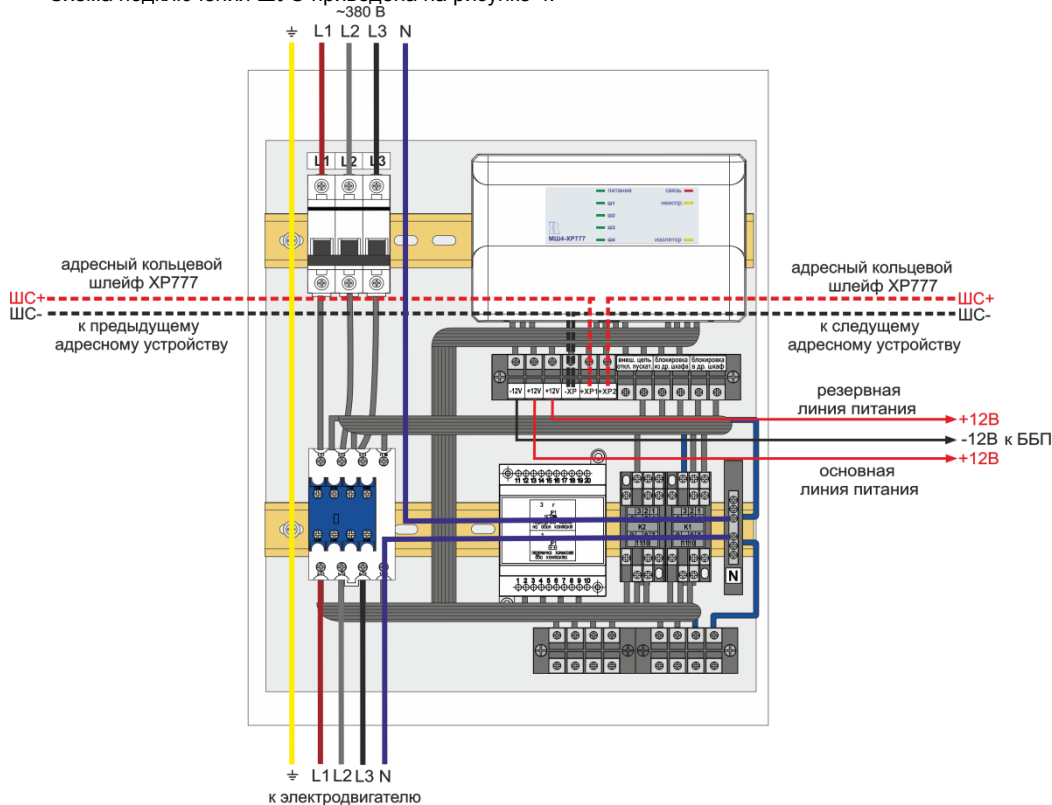

Рис.4 Схема подключения ШУЭ
- ШУЭ должен быть подключен к прибору по ША (клеммы «-ХР,+ХР1,+ХР2» (см. рисунок 4));